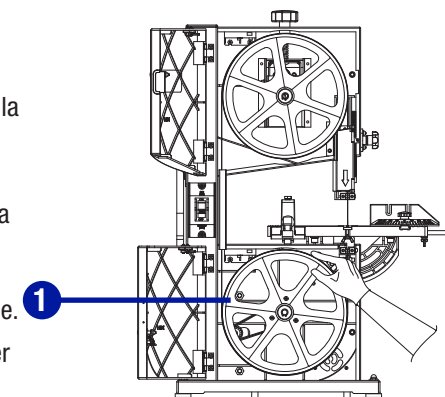

Fig. 16
**ALIGNEMENT DE LA LAME (Fig. 16 à 17)**
- Pour vérifier la position de la lame, tournez à la main la roue motrice inférieure (1) vers la droite. Regardez la lame à travers la fenêtre d'alignement.
- Desserrez la molette d'alignement de la lame (2). Si la lame s'éloigne du boîtier, tournez la molette d'alignement vers la droite. Si elle avance vers le boîtier, tournez la molette d'alignement vers la gauche.